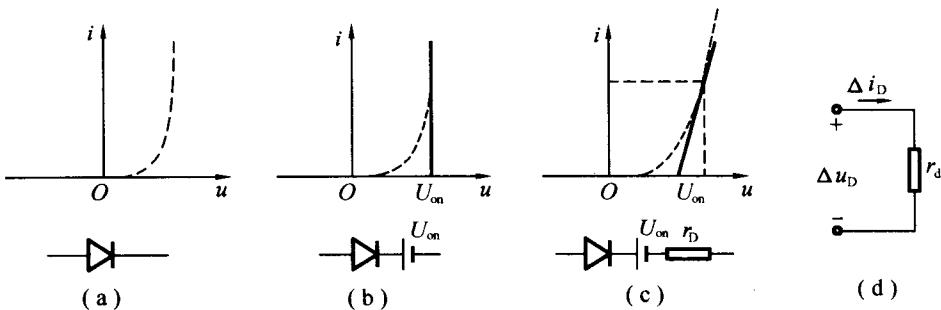

图 1-3 二极管的等效电路
1. 理想二极管: 具有正向导通、反向截止特性, 不考虑 U_{on} , 如图 1-3(a) 所示。
2. 考虑正向导通电压 U_{on} 的二极管: 当 $u > U_{on}$, 导通; 当 $u < U_{on}$, 截止, 如图 1-3(b) 所示。
3. 当 $u > U_{on}$ 时, 认为其电流 i 与 u 成线性关系, 等效电阻为 r_d , 如图 1-3(c) 所示。
4. 在直流正向偏置的条件下, 外加交流微变信号时, 二极管可以等效为一个动态电阻 r_d , 如图 1-3(d) 所示。